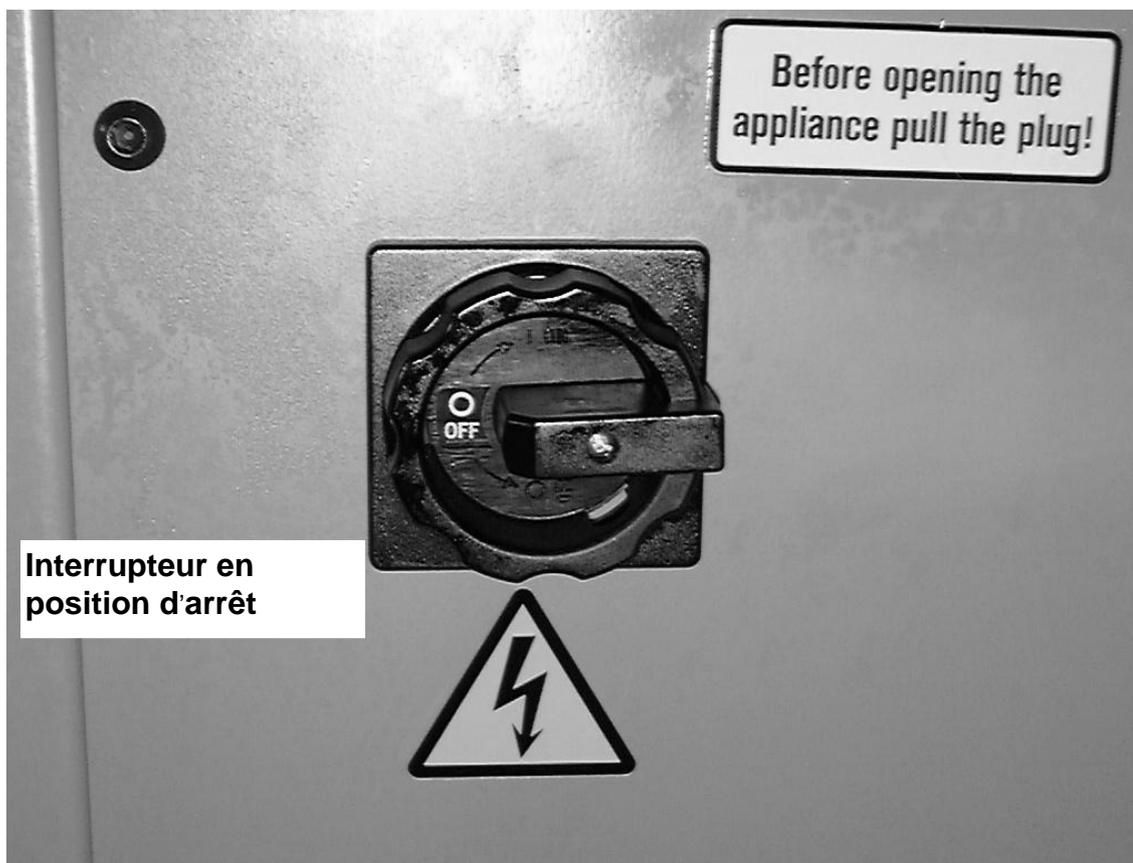

FIGURE 8 - 12
2. Insérez la fiche multipolaire pour connecter la borne de commande dans la prise multipolaire appropriée située sur la partie inférieure de la plaque de base de la machine (Figure 8 - 7) ;